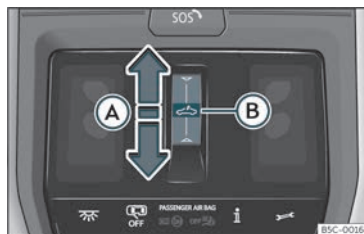

Fig. 92 En el revestiment interior del sostre: tecla del sostre de vidre.
- Moviment automàtic: feu lliscar el dit cap enrere sobre l'àrea funcional  **fig. 92 (A)**.
- Abans que transcorrin aprox. 5 segons des de l'activació de la funció antiatrapament, feu lliscar el dit cap endavant sobre l'àrea funcional **△** >>> **fig. 92** **Ⓐ** i mantingueu-la pressionada fins que el sostre es tanqui completament.